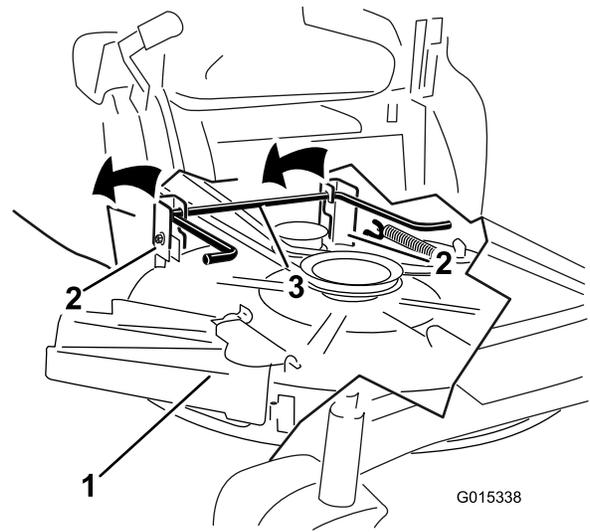

Figura 71
7. Eleve la carcasa de corte y desenganche la varilla de elevación trasera de las pletinas de suspensión, y baje el cortacésped con cuidado al suelo (Figura 71).
5. Eleve la parte trasera de la carcasa de corte y coloque las pletinas de suspensión sobre la varilla de elevación trasera (Figura 71).